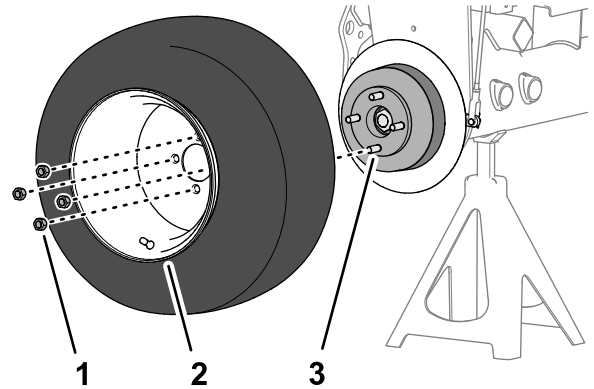

Figure 74
1. Retirez les 4 écrous qui fixent la roue sur le moyeu, et déposez la roue (Figure 74).